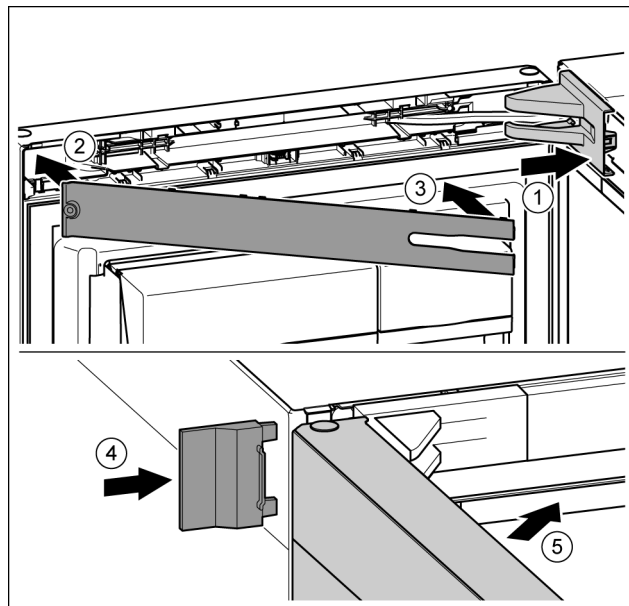

Fig. 50
- Helyezze fel és pattintsa be a csapágybak fedelét, szükség esetén óvatosan nyomja szét. Fig. 50 (1)
- Helyezze fel a lemezt. Fig. 50 (2)
- Fordítsa be és pattintsa be a lemezt. Fig. 50 (3)
- Tolja fel a külső fedelet. Fig. 50 (4)
- Csuksa be a felső ajtót. Fig. 50 (5)